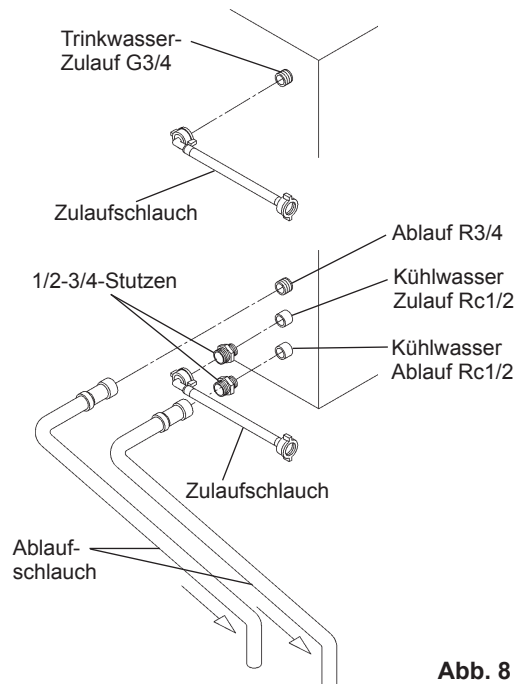

Abb. 8
[b] Anschlüsse entsprechend anderer als der WRC-Bestimmungen mittels Verwendung von Zubehörschläuchen (Abb. 8)
2) Zum Anschluss des Verflüssigers sind die mitgelieferten Zubehörschläuche zu verwenden. Die gleichen Verbindungen wie oben in 1) bis 3) von [a] an den freien Enden der 1/2-3/4 Stutzen wie dargestellt (Abb. 8) ausführen.